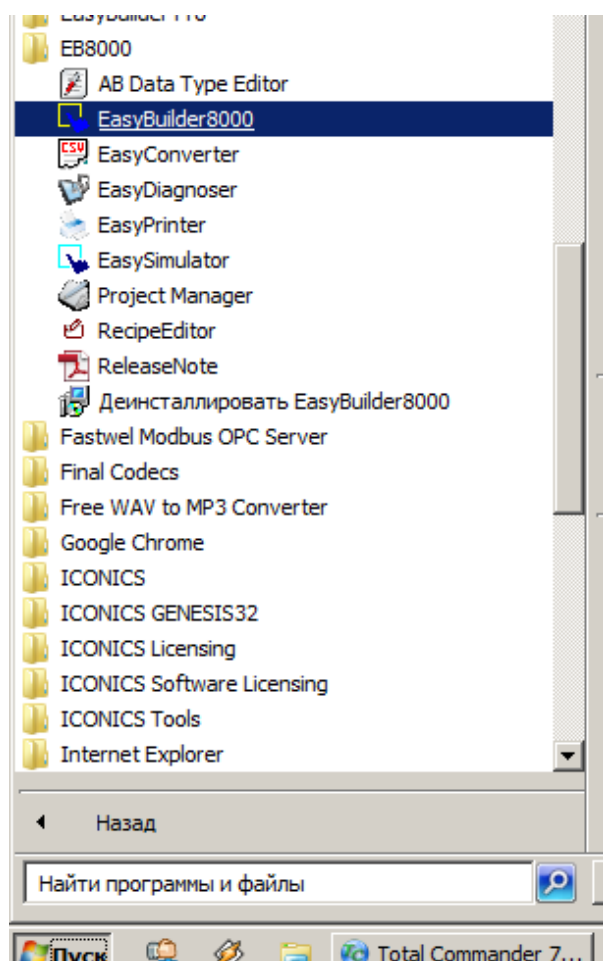

Рис. 2. Загрузка редактора проектов **EasyBuilder8000**
2.10.10. Для управлением релейными выходами к ПО Fastwel Modbus OPC Server следует подключить OPC клиента – прикладную программу на ПК, имеющую интерфейс OPC. В данной лабораторной работе для отладки будет использоваться ПО **OPC client**, входящий в комплект установки ПО Fastwel Modbus OPC Server. Взаимодействие этих программных компонентов отображено на рис. 2 (раздел 2).
3.3.1. Средствами операционной системы Windows 7 загрузить на исполнение редактор проектов EasyBuilder8000 (рис.2): **Пуск – Все программы – EB8000 – EasyBuilder8000.**